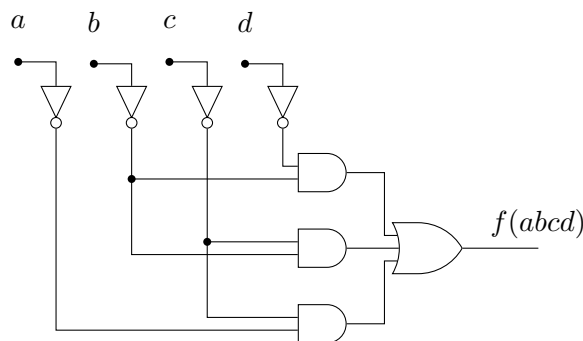

Figura 1: Diagrama Lógico para Números Fibbinarios de 4 bits.
***Nota:** En esta parte se presenta y describe en detalle el proceso de diseño de un circuito combinacional simple, comenzando con una descripción funcional hasta llegar al diagrama lógico. Este proceso se describe solo con el fin de ilustrar el proceso de diseño tradicional basado en minimización de expresiones lógicas mediante algebra booleana (esto se ve en detalle en la asignatura ELO211). El trabajo para esta actividad se concentrará en describir, simular, y analizar el circuito resultante de la Figura 1 utilizando SystemVerilog.*
La actividad consiste en generar una descripción en SystemVerilog del diagrama lógico resultante en la Figura 1. Para esto, revise la utilización de operadores lógicos en SystemVerilog (notar que son distintos a los operadores aritméticos).